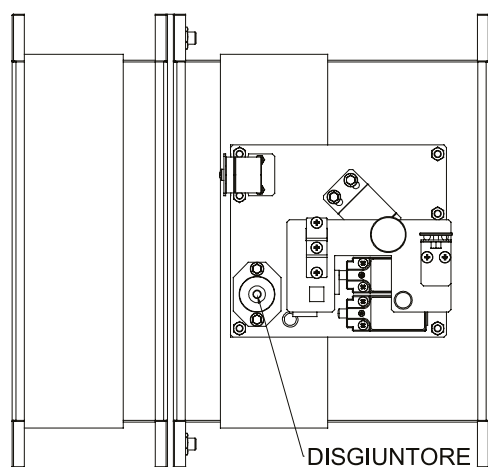

FIG. 22 Pala chiusa
- 1 - Togliere tensione alla serranda questa si porterà in posizione di pala chiusa (FIG. 22);